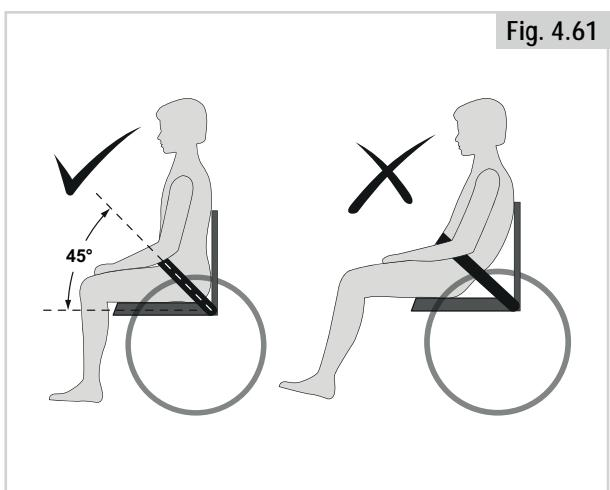

Fig. 4.61
- Normalt ska höftbältet sitta i en vinkel av ca 45° (Fig. 4.61), och ska, när det sitter rätt, hindra användaren från att glida nedåt i sitsen.